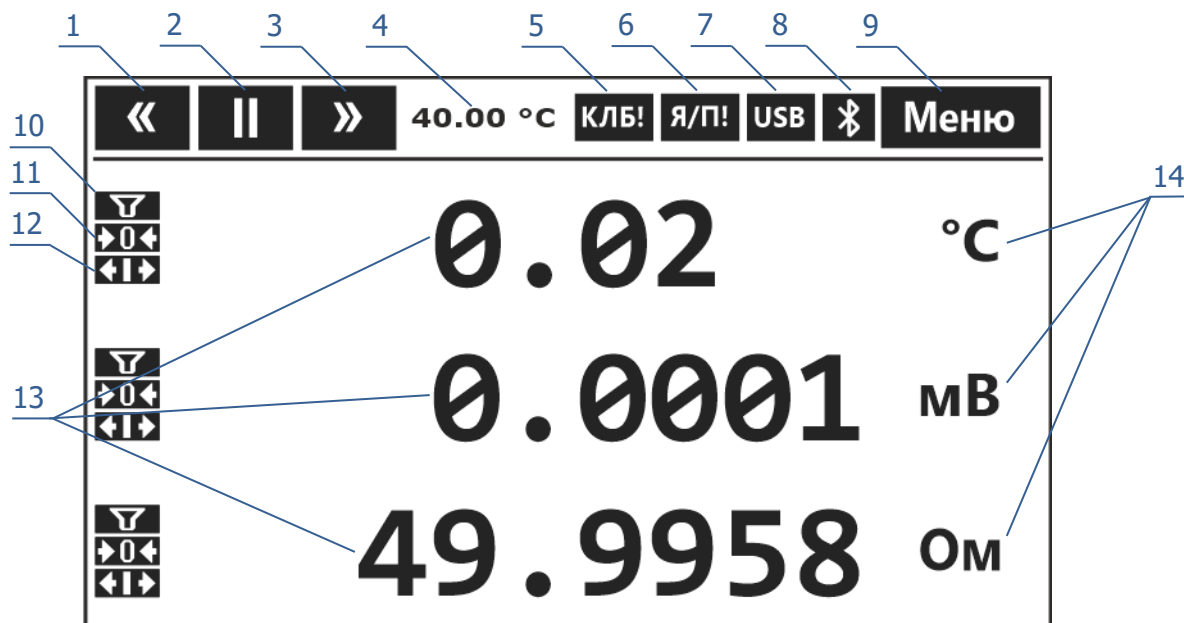
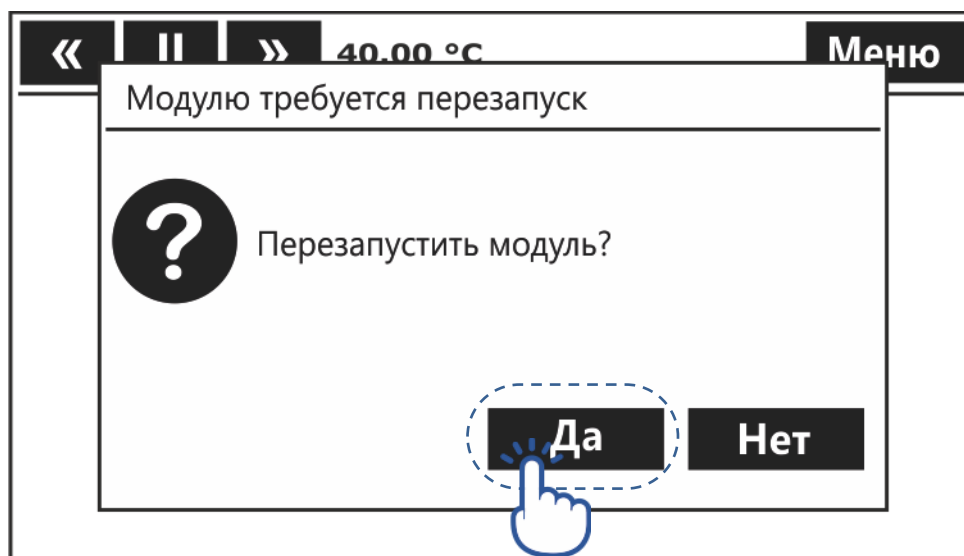

Рисунок 6 — Вид главного окна
Рисунок 10 — Подтверждение перезапуска измерительного модуля
3.4.2 Для входа в Меню нажать кнопку 9 (рисунок 6). При этом на дисплее раскроется список пунктов меню (рисунок 7).
4.3.7 Для выхода термостатов измерительных модулей на режим $(40.00 \pm 0.03)^\circ\text{C}$, прогреть термометр в течение 30 минут. Значение температуры термостата текущего модуля отображается в позиции 4 (рисунок 6).
4.4.1 На дисплее термометра отображается измерительная информация текущего модуля, номер которого отображается в позиции 2 (рисунок 6).
4.4.2 Для переключения на предыдущий или следующий измерительный модуль нажать кнопки 1 или 3 (рисунок 6) соответственно.
4.5.1 В случае «зависания» измерительного модуля его можно перезапустить, нажав кнопку 2 (рисунок 6). В появившемся окне нажать кнопку "Да" для подтверждения действия или "Нет" для отмены (рисунок 10).
4.6.2 В случае повреждения заводской градуировки модуля (при сбое в энергонезависимой памяти) отображается индикатор 5 (рисунок 6). Измерительный модуль не обеспечивает заявленные метрологические характеристики, при этом необходима градуировка модуля на предприятии-изготовителе, после которой индикатор 5 будет сброшен.
4.7.1 Если в настройках канала выбран датчик, то в позиции 13 (рисунок 6) отображается значение температуры.
4.7.2 Для отображения на дисплее соответствующей измеряемой величины, нажать на размерность (элемент 14 рисунок 6). При этом измеряемая величина отобразится на фоне другого цвета, как показано на рисунке 11.
4.7.3 Для возврата к отображению температуры, нажать на размерность (элемент 14 рисунок 6) повторно.
4.8.5 Если фильтрация включена, то в позиции 10 (рисунок 6) отображается индикатор фильтрации. Индикатор горит непрерывно, если фильтр находится в установившемся режиме, и мигает, если переходный процесс в фильтре еще не завершен.